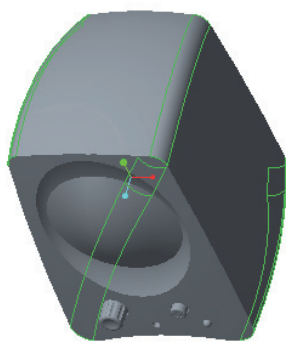

图 12-135 倒圆角 3 的模型效果
- 4) 单击  (完成) 按钮, 完成倒圆角 3 操作的模型效果如图 12-135 所示。